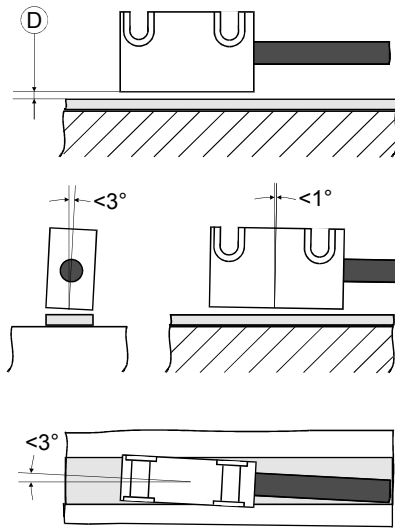

Abb. 1
- Die Mechanik bzw. Montagewinkel müssen auf dem gesamten Messweg die vorgegebenen Toleranzen zwischen Sensor und Band gewährleisten (s. Abb. 1). Der Kontakt zwischen Sensor und Band muss verhindert werden.